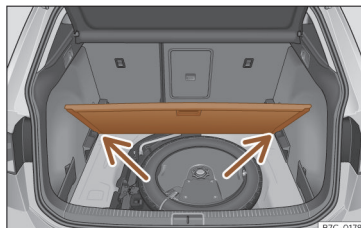

Fig. 110 Piso variável da bagageira: posição inclinada.
- Apoie o piso sobre os alojamentos previstos para o efeito»» **Fig. 110** (setas).